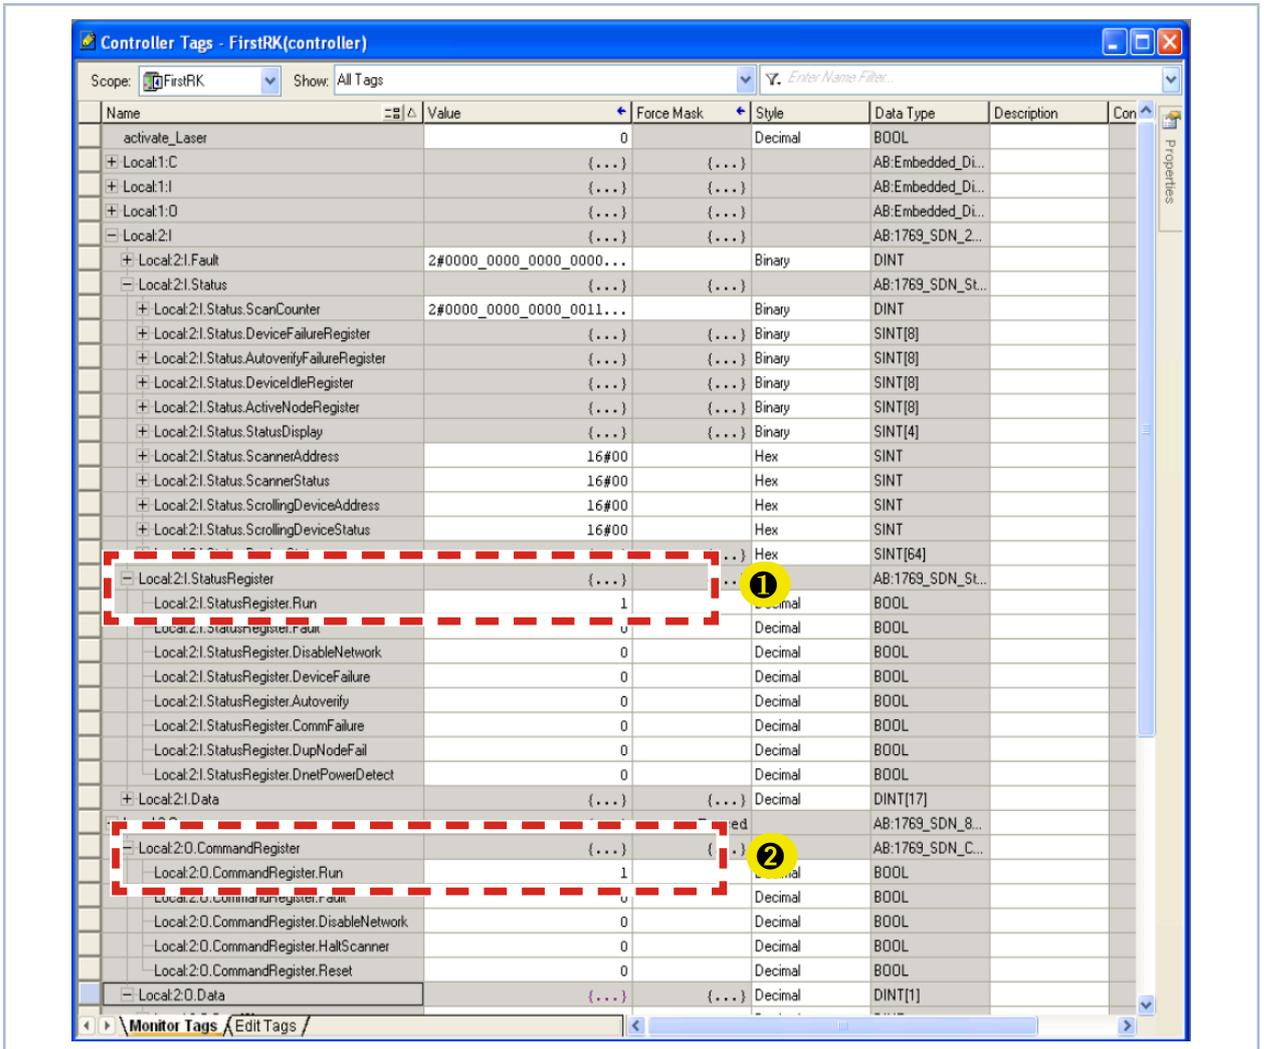

Abb. 13.5: Datenbereich des Scanners
Nach der Einbindung des DeviceNet®-Scanners und des PMM in das System stehen die Daten des PMM zuerst im Datenbereich des Scanners (siehe Abb. 13.5 auf Seite 69):
Der Eintrag „Local:2:0.CommandRegister.Run = 1“ in Abb. 13.5 auf Seite 69 --> ② setzt den Scanner in den RUN-Modus. Erst dann werden Daten vom Scanner zum PMM transferiert.
Dass der Scanner im RUN-Modus ist, kann am Statusregister kontrolliert werden in Abb. 13.5 auf Seite 69 --> ① „Local:2:1.StatusRegister.Run = 1“.